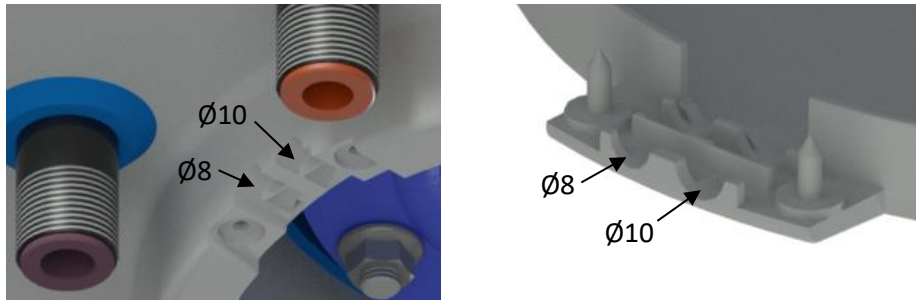
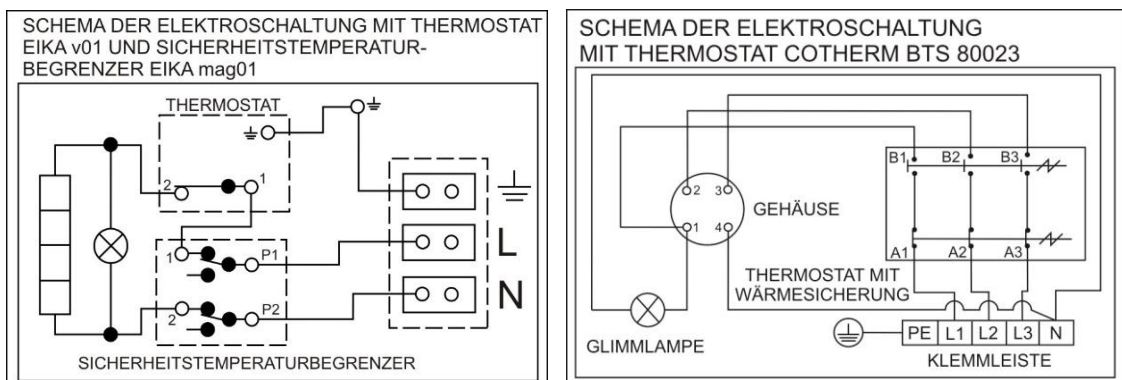

Abbildung 6
Abbildung 7
Der Anschluss ist laut Anschlusschema durchzuführen. Der im Werk vorgenommen Anschluss darf nicht geändert werden! (Abbildung 7). Die Trennwand in der Abdeckung der Elektroinstallation entfernen, die dem Durchmesser des Zuleitungskabels, also  $\phi 8$  oder  $\phi 10$  (Abbildung 6) entspricht. Die elektrischen Teile des Warmwasserbereiters haben die Schutzklasse IP 44. Der Leistungsbedarf der elektrischen Körper beträgt 2000 W und 4000 W.
- Das Schema des Elektroanschlusses ist dem Warmwasserbereiter am Gehäuse der Elektroinstallation beigelegt. (Abbildung 7).